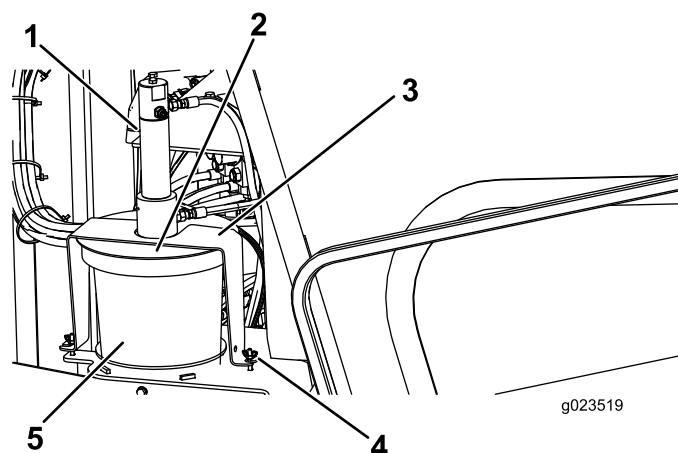

Рисунок 89
3. Ослабьте барашковые гайки крепления накладок крышки к машине (Рисунок 89).
4. Поверните крышку и снимите ее накладки с крепежных болтов (Рисунок 89).
5. Поднимите крышку в сборе, сняв ее с пустой емкости состава для резьбы (Рисунок 89).
7. Вставьте плунжер в новую емкость и опустите крышку в сборе на емкость (Рисунок 89).
8. Наденьте накладки крышки на крепежные болты и поверните крышку, чтобы накладки находились на болтах (Рисунок 89).